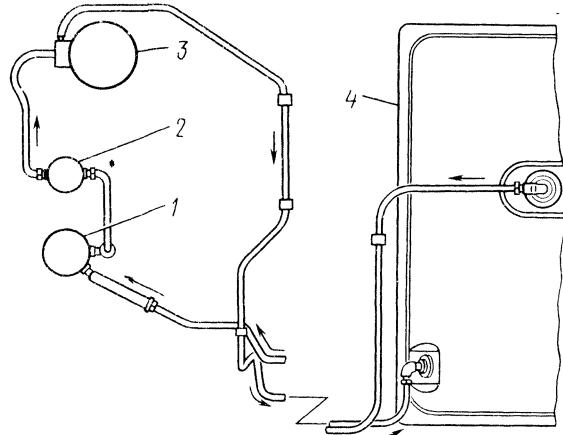

Рис. 23. Схема системы питания:
**Система питания и выпуска отработавших газов** (рис. 23) состоит из топливного бака, топливопровода, топливного насоса, фильтра тонкой